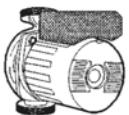

Fig. 4.10
- переведите главный выключатель системы в положение «выключено» (рис. 4.10) и убедитесь в том, что котел **Fabula** полностью останавливается.